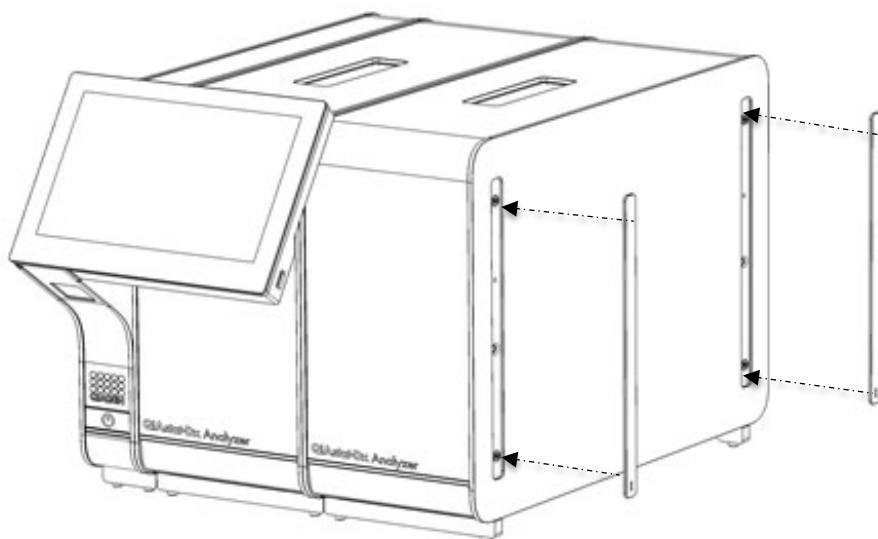

Bild 17. Sätta tillbaka skyddshöljerna på sidorna av den extra analytiska enheten.
5. Sätt tillbaka skyddshöljerna på sidorna av den extra analytiska enheten (bild 17).